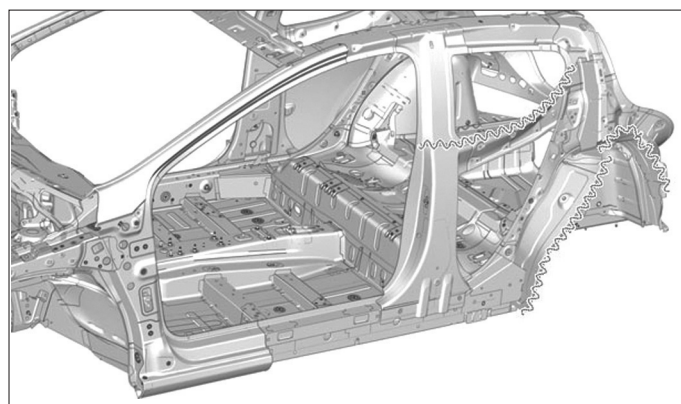

FIG. 155
- Appliquer une colle de calage "B3" (Fig.155).